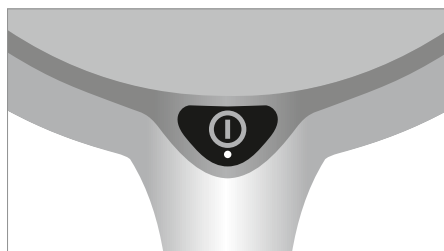

Abb. 6: Taste.
- Drücken Sie die Taste, siehe Abb. 6.
- Drücken Sie die Taste und halten Sie diese Taste gedrückt, siehe Abb. 6.
- Drücken Sie die Taste zweimal schnell hintereinander, siehe Abb. 6.